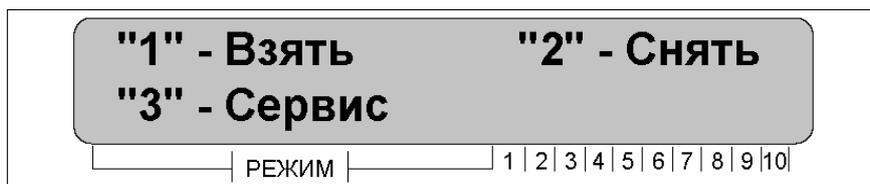

Рисунок 8
- осуществить вход в сервисное меню, нажав клавишу «3» - **Сервис**, рисунок 8.
- Затем необходимо выбрать, рисунок 8:
- осуществить вход в сервисное меню, нажав клавишу **"3" - Сервис**, рисунок 8;
- осуществить вход в сервисное меню, нажав клавишу **"3"** - **Сервис**, рисунок 8;
- выбрать пункт меню «Сервис» нажав клавишу **«3»**, рисунок 8;